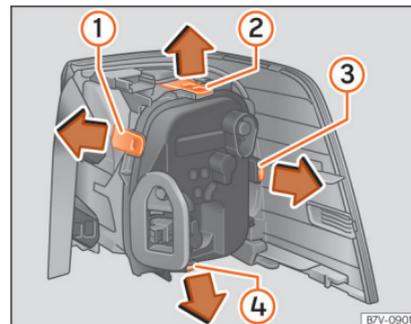

Abb. 116 Rückleuchte in der Karosserie: Lampenträger ausbauen. (1) bis (4) Verriegelungslaschen.
8.	Zum Entriegeln des Lampenhalters Verriegelungslaschen » Abb. 116 ① bis ④ in Pfeilrichtung drücken.